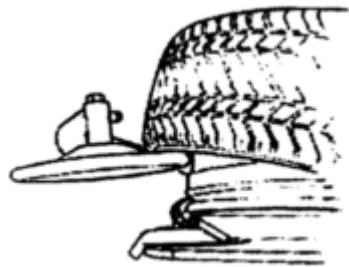

Рис. 26
- а- Установить диск под шину и приподнять нижний борт к центру колеса (рис.26).